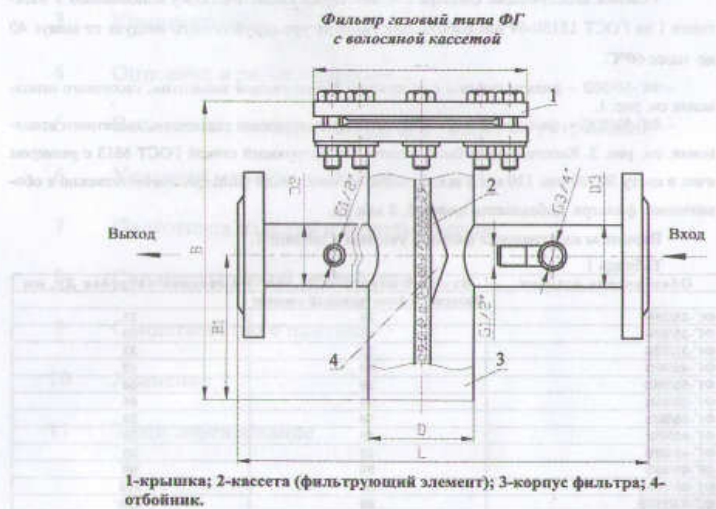

Рис.1
- ФГ-50/50В – фильтр газовый с волосяным фильтрующим элементом, кассетного исполнения см. рис. 1.